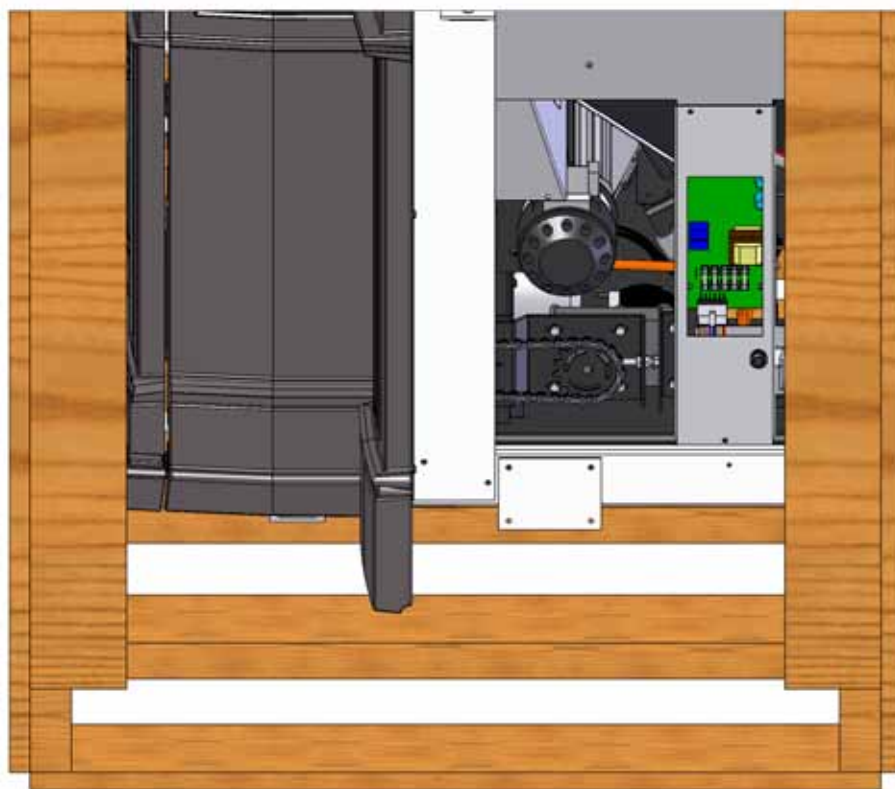

Figure 3: Plats de support fixant le fourneau à la palette
5. Enlevez les deux boulons en haute, comme montré de figure 3.